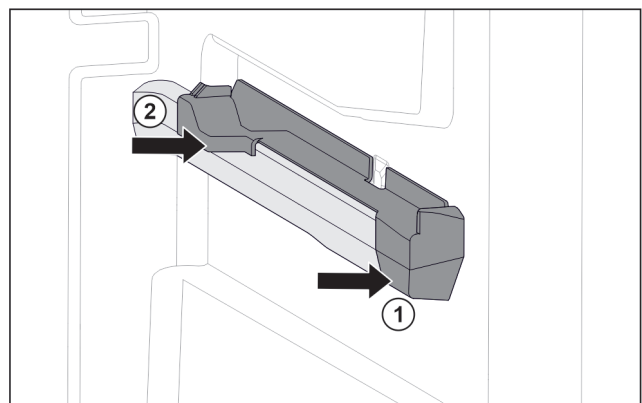

Fig. 77 Insteekelament op rechter containerrib
- ▶ Insteekelament voor tegen containerrib plaatsen. Fig. 77 (1)
- ▶ Insteekelament achter aandrukken. Fig. 77 (2)